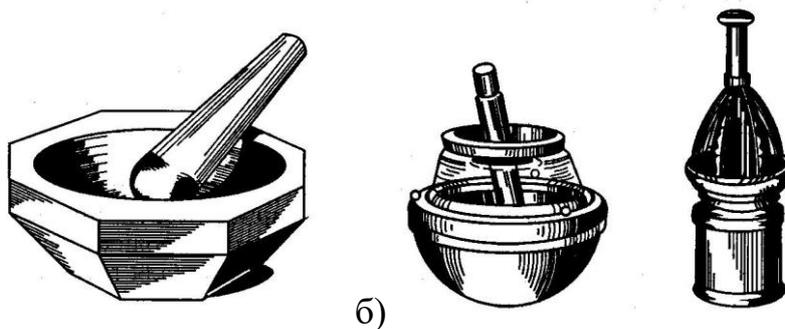

Рис. 12. Ступки: а) агатовая, б) для измельчения пылящих и ядовитых веществ.
*Ступки с пестиками* предназначены для измельчения и смешивания твердых и вязких веществ (рис. 12). С пылящими и ядовитыми веществами работают в вытяжном шкафу, используя специальные ступки с пылезащитными приспособлениями или закрывая обычную ступку полиэтиленом с отверстием для пестика.